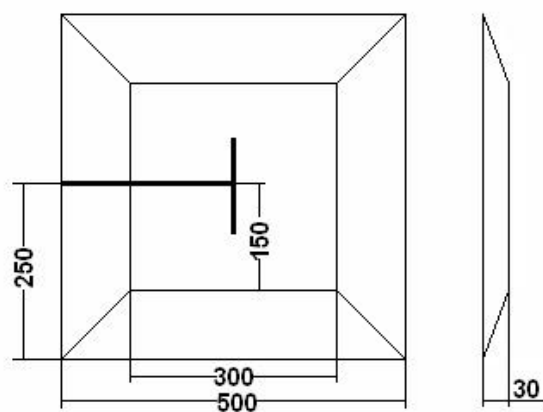

图 2 锥台尺寸 (mm)
3. 场上设有机器人待命区，如图 2 所示，由长 300mm、宽 300mm、高 20mm 平台和四个长 300mm、宽 50mm、高 20mm 过渡斜坡组成的白色锥台，机器人需从该区域启动，完成所有任务后返回该区域，可从任何一边上下。